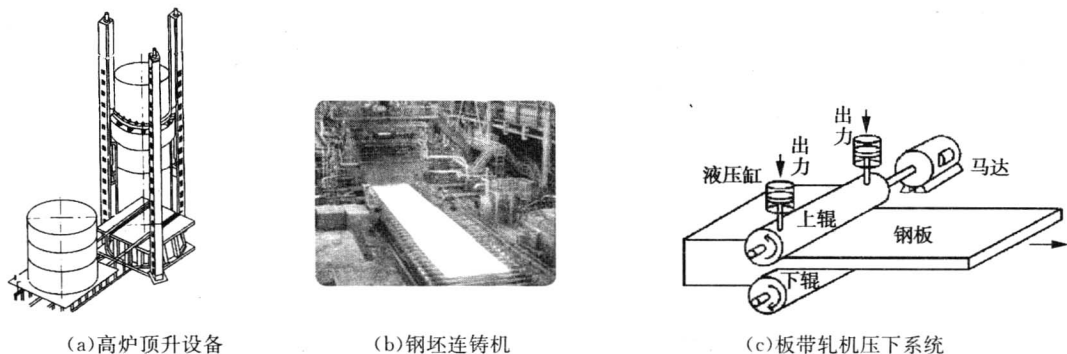

图 1-6
(6)用于矿山冶金(图 1-6)。如高炉炉顶设备、钢坯连铸机、板带轧机压下系统、快锻机、铜铝材挤压机、各种压力机等,力大无比,玩铁如玩泥,且传递大功率数液压体积最小。